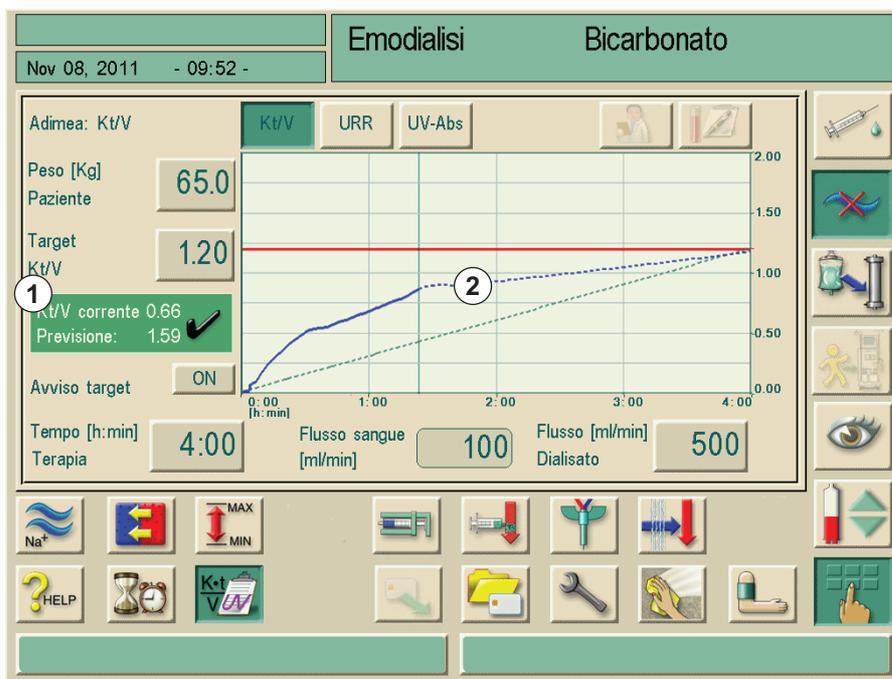

Fig. 11-16 Visualizzazione numerica e grafica della previsione
In modalità emodialisi (HD) l'operatore ottiene una "previsione" del valore Kt/V stimato alla fine terapia. Viene mostrata numericamente (Fig. 11-16, 1) e graficamente (Fig. 11-16, 2). La linea di avanzamento blu viene estesa dallo stato corrente della terapia per prevedere come il trattamento progredirà.